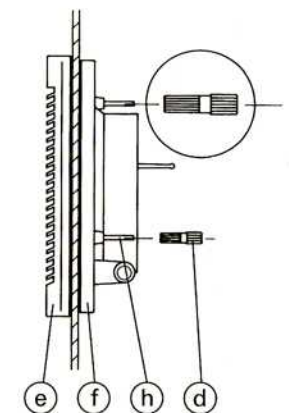

fig. 6b
- vidrio de 14 a 25 mm: Fig. 6b